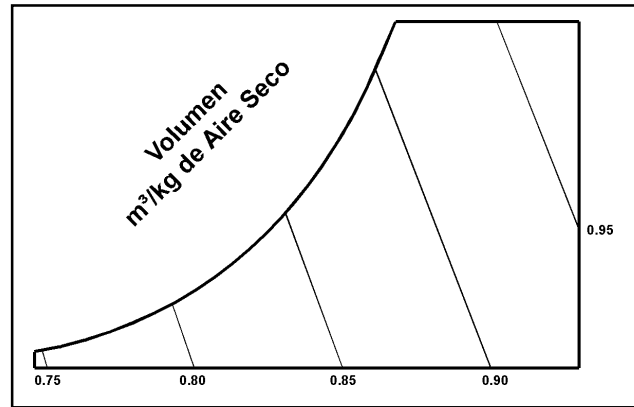

Figura 13.19 - Líneas de volumen específico en m³/kg de aire seco.
**7. Volumen Específico.-** En la figura 13.19, se muestran las líneas del volumen específico constante en una carta psicrométrica. Estas líneas están en un ángulo aproximado de 60° con la horizontal, y van aumentando de valor de izquierda a derecha. Por lo general, el espacio entre cada línea, representa un cambio de volumen específico de 0.05 m³/kg. Cualquier punto que caiga entre dos de estas líneas, naturalmente debe ser un valor estimado. Si se desea saber la densidad del aire a cualquier condición, como ya sabemos, se debe dividir uno entre el volumen específico, puesto que la densidad es la inversa del volumen específico y viceversa. Debido a que la mayoría de los cálculos en trabajos de aire acondicionado, se basan en el peso del aire en lugar del volumen de aire, se recomienda el uso del volumen específico (m³/kg de aire) en vez de la densidad (kg/m³ de aire).